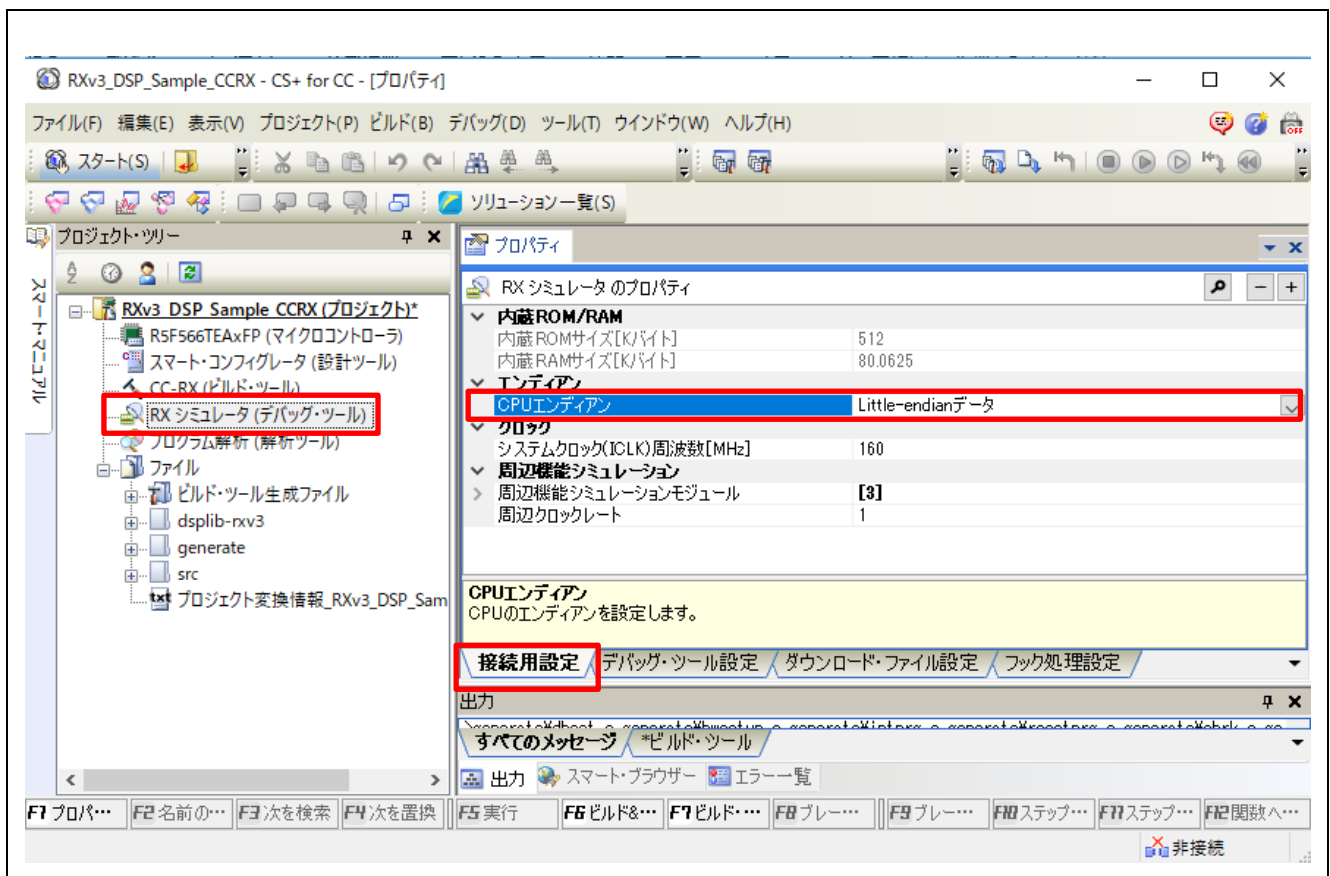

図 3-6 CS+ の RX シミュレータ設定
- 図 3-6 に示すように、プロジェクト・ツリー「RX シミュレータ (デバッグ・ツール)」をクリックして、RX シミュレータのプロパティ「接続用設定」のエンディアン設定で、ビルド構成に合わせてエンディアンを選択します。